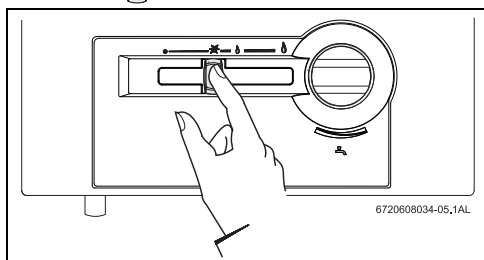

Рис. 2
- ▶ Регулятор мощности из положения Выкл. передвинуть в положение розжига (→ рис. 2).